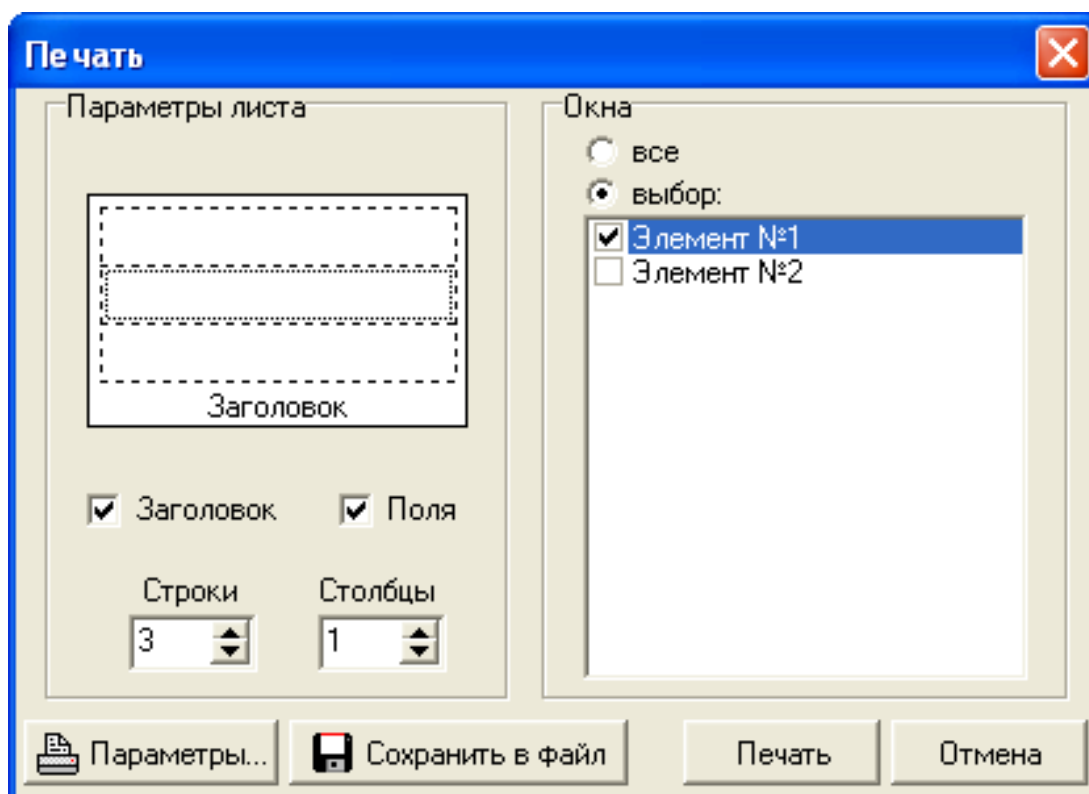

Рис. 16. Окно «**Печать**».
- кнопка **«Печать»** выводит окно **«Печать»** (см. Рис.16). В данном окне производятся настройки печати того сигнала, на
Меню «**Параметры листа**» отвечает за общий вид распечатанного листа, который предварительно отображается в данном меню (см. Рис.16). При активизации пунктов «**Заголовок**» и «**Поля**» на лист печати будут выведены соответственно информация о номере элемента, с которого была запущена печать и графики с полями. В пунктах «**Строки**», «**Столбцы**» задается количество строк и столбцов, на которое будет разбит лист печати.
- для печати всех элементов в «**Окне выбора элементов**» необходимо выбрать пункт «**Все**» нажатием левой клавиши мыши. Лист печати автоматически будет разбит на столько строк и столбцов, сколько элементов в данном замере (в данном случае (см. Рис. 16) лист печати будет разбит на два столбца, где, в левом столбце распечатается элемент №1, в правом – элемент №2.);
При нажатии на кнопку **«Печать»** (см. Рис. 16) происходит распечатка листа.
При нажатии на кнопку **«Отмена»** (см. Рис.16) окно **«Печать»** закрывается.